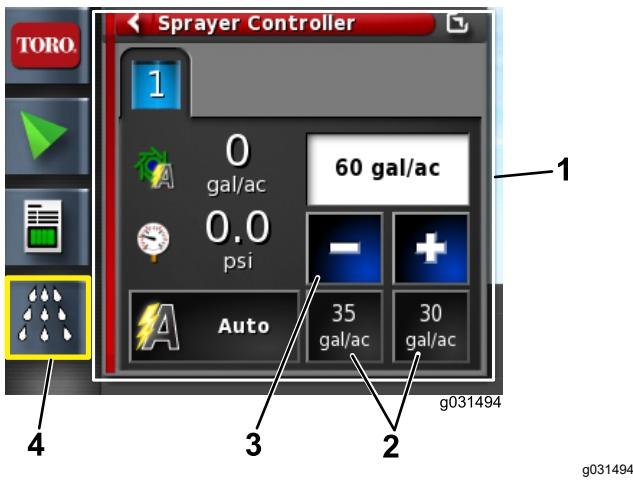

Figura 129
4. Se il volume non è corretto, modificate lo premendo le icone dei Volumi preimpostati, poi premete le icone di Decremento e Incremento per modificare il volume, oppure selezionate il campo del volume attuale e inserite il volume di applicazione mediante il tastierino sullo schermo (Figura 129 e Figura 130).